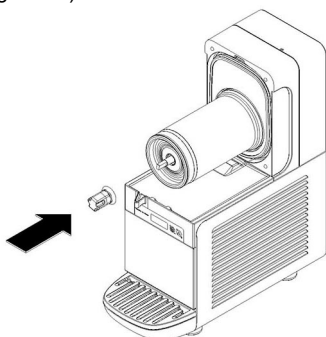

figure 15
**5** Introduire le joint hexagonal dans l'évaporateur en l'accompagnant jusqu'au fond. (voir figure 15).